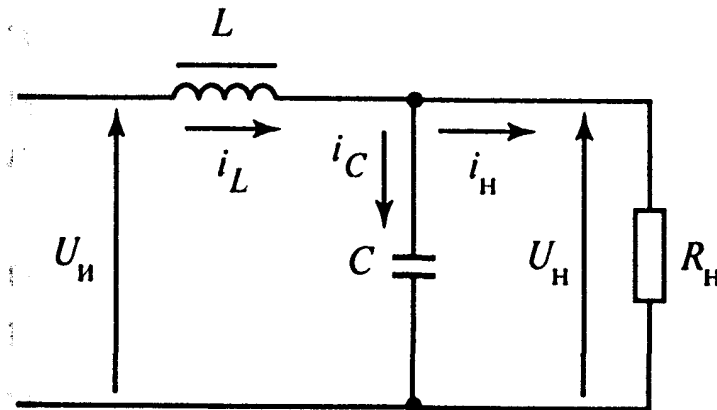

Рис.7
7. На выходе автономного инвертора напряжения поставлен LC -фильтр (рис.7). Определить: а) параметры LC -фильтра, если $R_H = 100$ Ом, $\rho = R_H$, $f_H = 50$ Гц; б) коэффициент передачи основной гармоники $K_{\phi(1)}$ и коэффициенты передачи третьей $K_{\phi(3)}$ и пятой $K_{\phi(5)}$ гармоник.